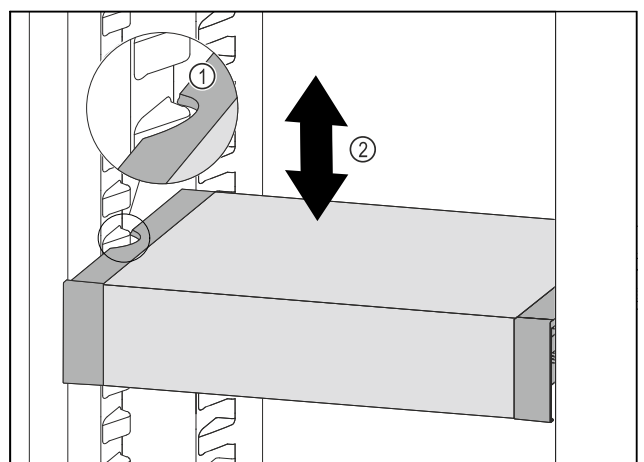

Fig. 97
- VarioSafe naar voren trekken tot de uitsparingen aan de zijkant van de VarioSafe zich ter hoogte van de rib in het koelgedeelte bevinden. Fig. 97 (1)
- VarioSafe in het koelgedeelte omhoog of omlaag bewegen tot de gewenste hoogte is bereikt. Fig. 97 (2)